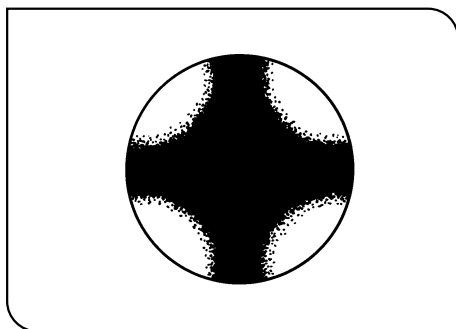

Fig. 4
4. Regarder dans la trajectoire optique par la monture de tête située en haut du MX-ANM et le faire tourner jusqu'à ce que l'isogyre (Fig. 4) en forme de croix noire soit nette. Puis serrer fermement la vis de fixation.